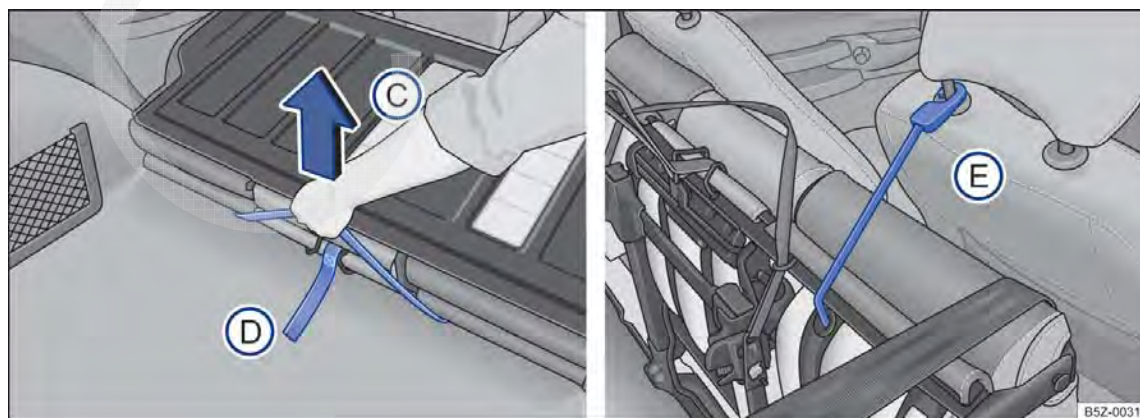

Fig. 78 Banco traseiro: alça para destravamento do conjunto do assoalho (C); cinta elástica vermelha para fixação na haste do apoio para cabeça (E).
- Puxar a alça preta → Fig. 78 (C) para destravar o conjunto do assoalho e, ao mesmo tempo, levantar **cuidadosamente** na direção dos bancos dianteiros.
- Localizar a cinta elástica vermelha alojada na parte inferior do assento do banco e, encaixar o gancho dessa cinta na haste do apoio para cabeça do banco do passageiro → Fig. 78 (E), imobilizando o conjunto.
- Soltar o gancho da cinta elástica vermelha da haste do apoio para cabeça do banco do passageiro → Fig. 78 (E) e, encaixar debaixo do banco traseiro.
- Puxar a alça vermelha → Fig. 78 (D) para destravar o encosto e, ao mesmo tempo, recolocar o encosto na posição original.